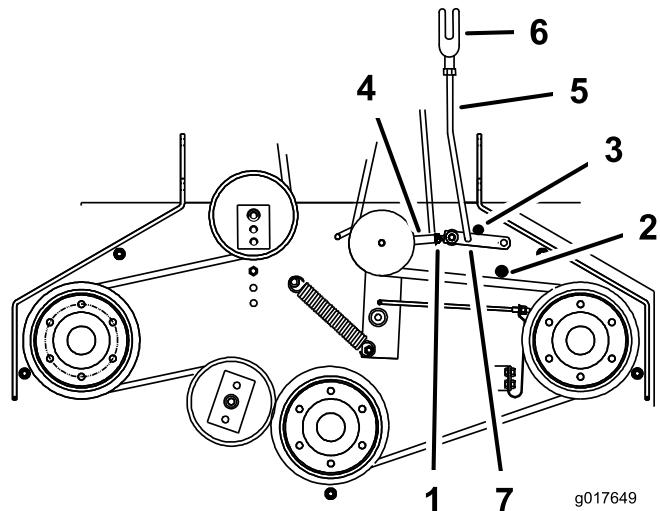

Figura 46
5. Asegúrese de que el brazo está en contacto con el tope trasero del brazo de la carcasa (Figura 46).
7. El brazo auxiliar debe entrar en contacto con el tope delantero de la carcasa. Si no lo hace, la palanca acodada debe acercarse más al refuerzo (Figura 46).
8. Para ajustar la varilla de conexión del brazo auxiliar, retire el pasador de horquilla del brazo auxiliar (Figura 46).
11. Instale la varilla de conexión en el brazo auxiliar y sujetela con el pasador de horquilla (Figura 46).